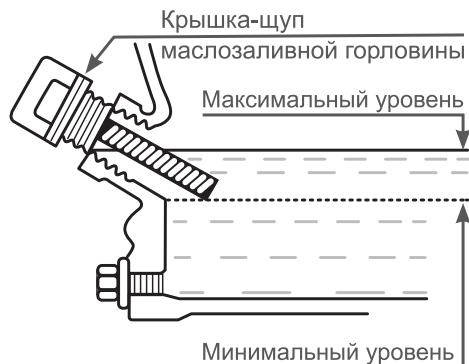

Рис. 9 Проверка уровня масла в картере
Максимальный уровень масла в картре соответствует нижней кромке заливного отверстия (Рис. 9).
масло до верхней отметки на щупе, что соответствует нижней кромке заливного отверстия (Рис. 9).
3. Залейте бензин в топливный бак при помощи специальной емкости или воронки до уровня, показанного на Рис. 9.